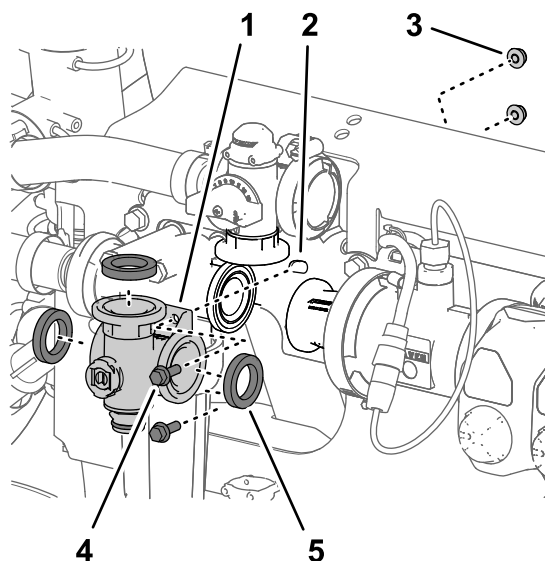

Figura 124
3. Retire os 2 parafusos de cabeça flangeada ($\frac{1}{4}$ pol. x $\frac{3}{4}$ pol.) e as 2 porcas de bloqueio flangeadas ($\frac{1}{4}$ pol.) que prendem o coletor da válvula de agitação ao suporte da válvula (Figura 124).
4. Retire o coletor da válvula de agitação e as juntas da máquina (Figura 124).